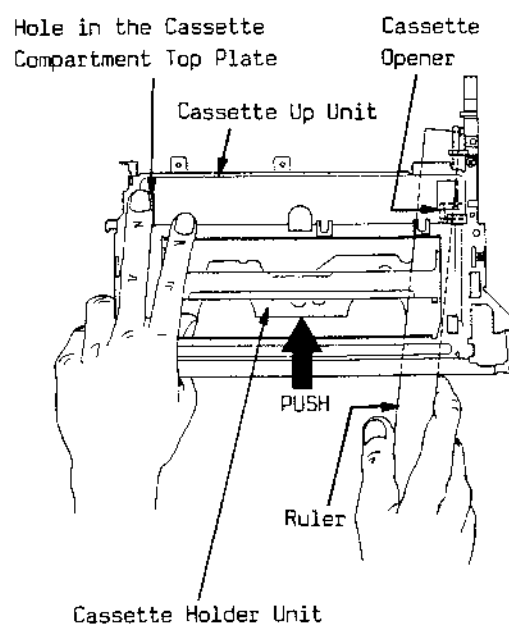

Fig. 1-4
- Ein Lineal so gegen die rechte Unterseite des Kassettenfachs legen, daß der Kassettenöffner Pos. 210 in der unteren Stellung bleibt, siehe Fig. 1-4.
- Das Lineal in dieser Stellung halten. Die Öffnung an der linken Oberseite des Kassettenfachs mit dem linken Mittelfinger abdecken, siehe Fig. 1-4. Jetzt kann der Kassettenhalter mit dem linken Daumen in die Einfädelposition gedrückt werden.